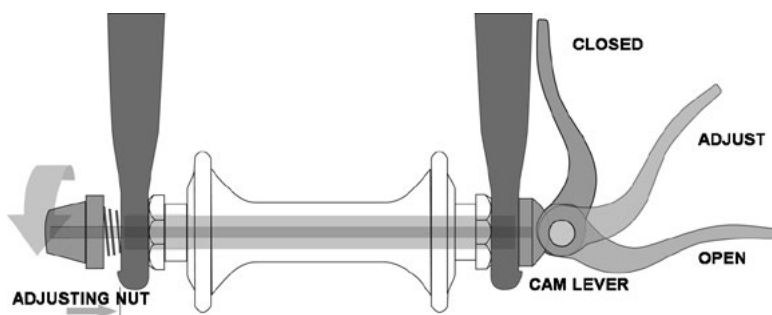
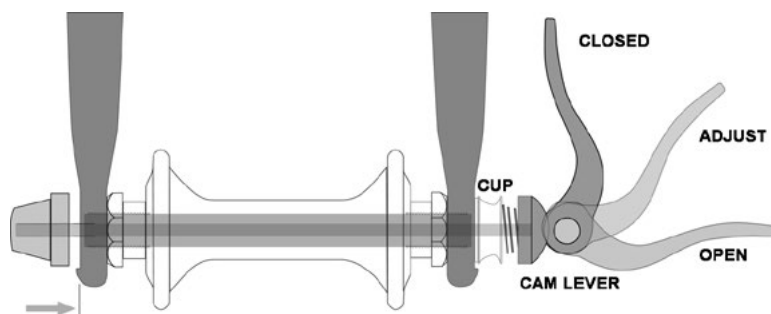

fig. 16
fig. 17
1. Un axe creux traversé par un arbre (« de serrage »), lequel axe comporte un écrou de tension réglable à une extrémité et une came décentrée à l'autre (fig. 16, 17)
Il existe actuellement deux types de mécanismes de rétention de roues à came décentrée : la came décentrée traditionnelle (fig. 16) et le système à came et coupelle (fig. 17). Tous deux se servent du mouvement de la came décentrée pour serrer la roue du vélo en place.
Réglage du Mécanisme à Came et Coupelle (fig. 17)
(1) Si votre vélo est équipé d'un dispositif de rétention de roue avant à action de came, déplacez le levier de came de la position verrouillée ou FERMÉE à la position OUVERTE (fig. 16, 17). Si votre vélo est équipé d'un système de rétention de roue avant à boulon traversant ou boulonné, desserrez l'attache ou les attaches de quelques tours dans le sens antihoraire à l'aide d'une clé appropriée, d'une clé de verrouillage ou du levier intégré.
(2) Si votre fourche avant est équipée d'un dispositif secondaire de rétention de type clipsable, dégagez-le. Si votre fourche avant est équipée d'un dispositif secondaire de rétention intégré et d'un système à action de came traditionnel (fig. 16), desserrez l'écrou de réglage de tension suffisamment pour pouvoir retirer la roue des pattes. Si votre roue avant utilise un système à came et coupelle, (fig. 17) serrez la coupelle et le levier de came ensemble tout en retirant la roue. Il n'est pas nécessaire de faire tourner une pièce quelconque avec le système à came et coupelle.
(1) Si votre vélo est équipé d'un système de rétention de roue avant à action de came, déplacez le levier de came de manière à ce qu'il s'éloigne de la roue (fig. 17). C'est la position OUVERTE. Si votre vélo est équipé d'un système de rétention de roue avant à boulon traversant ou boulonné, passez à l'étape suivante.
(2) La fourche de direction étant orientée vers l'avant, insérez la roue entre les fourreaux de fourche de manière à ce que l'essieu repose fermement sur le haut des pattes de la fourche. Le levier de came, s'il y en a un, doit se trouver sur le côté gauche du vélo (fig. 16, 17). Si votre vélo est équipé d'un dispositif secondaire de rétention de type clipsable, activez-le.
(3) Si vous disposez d'un mécanisme d'actionnement à came traditionnel : en maintenant le levier de came en position RÉGLAGE de la main droite, serrez l'écrou de réglage de tension de la main gauche jusqu'à ce qu'il soit serré contre la patte de la fourche (fig. 16). Si vous avez un système à came et coupelle : l'écrou et la coupelle (fig. 17) doivent être enclenchés dans la zone en retrait des pattes de la fourche et aucun réglage ne devrait être nécessaire.
(4) Tout en poussant fermement la roue jusqu'au sommet des fentes des pattes de la fourche et en centrant la jante de la roue dans la fourche.
(a) Avec un système à action de came, déplacez le levier de came vers le haut et faites-le pivoter vers la position FERMÉE (fig. 16, 17). Le levier devrait maintenant être parallèle au fourreau de fourche et courbé vers la roue. Pour appliquer une force de serrage suffisante, vous devez enrouler vos doigts autour du fourreau de fourche pour un effet de levier et le levier devrait laisser une empreinte claire dans la paume de votre main.
Certains vélos sont équipés d'un liant de tige de selle à action de came. Le liant de tige de selle à action de came fonctionne exactement comme l'attache de roue à action de came traditionnelle (6.A). Bien que le liant à action de came ressemble à un long boulon ayant un levier à une extrémité et un écrou à l'autre, il se sert d'une action de came décentrée pour serrer fermement la tige de selle (fig. 16).